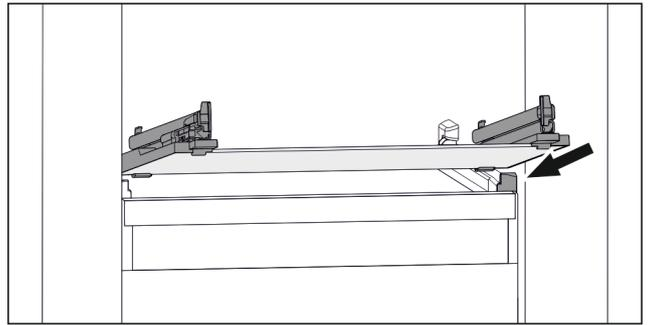

Fig. 63 Exemple de représentation de la tablette en verre
- ▶ Placer la tablette en verre, en l'inclinant, derrière les butées. (voir Fig. 63)